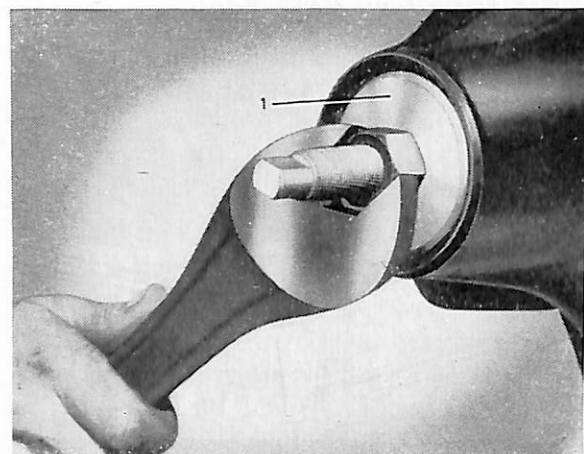

Bild 21. Mont. av lagerringar.
3. Lägga det antal justermellanlägg (30) för bakre pinjonglagrets ytterring, som fanns vid isärtagningen, i kåpan och pressa därefter i ytterringarna med hjälp av verktyg SVO 4047, se bild 21.